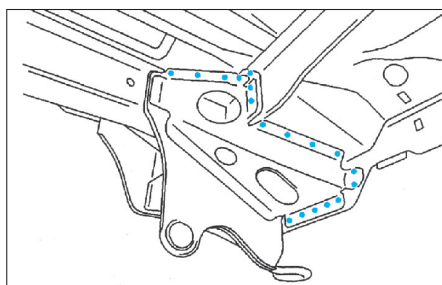

FIG. 137
- Souder par points électriques (Fig.137).